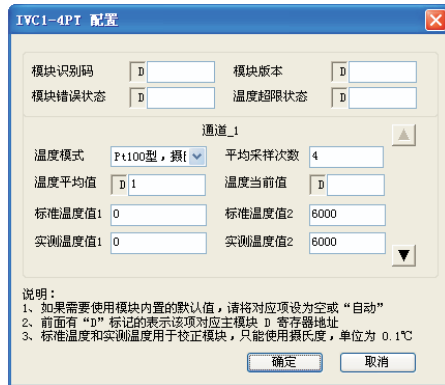
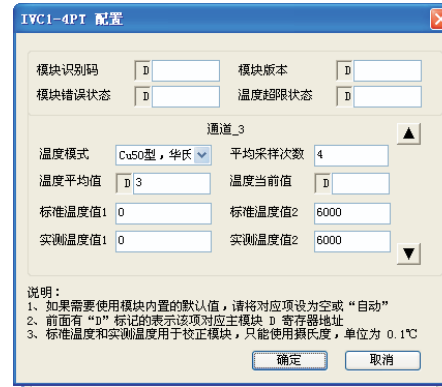

图 4-1 基本应用通道一设置
图 4-3 基本应用通道三设置
9. **BFM#4094**: 模块软件版本信息单元。自动显示在后台软件的 IVC1-4PT 配置界面上的**模块版本**栏，见图 4-1。
如下例所示，IVC1-4PT 连接在扩展模块的 0 号位置，使用第 1 通道接入 Pt100 型热电阻输出摄氏度温度，第 2 通道接入 Cu100 型热电阻输出摄氏度温度，第 3 通道接入 Cu50 型热电阻输出华氏度温度，关闭第 4 通道，平均值点数设为 4，并且用数据寄存器 D1、D2、D3 接收平均值转换结果。设置的方法如图 4-1 至图 4-3 所示。进一步详细说明参见《IVC 系列可编程控制器编程参考手册》。